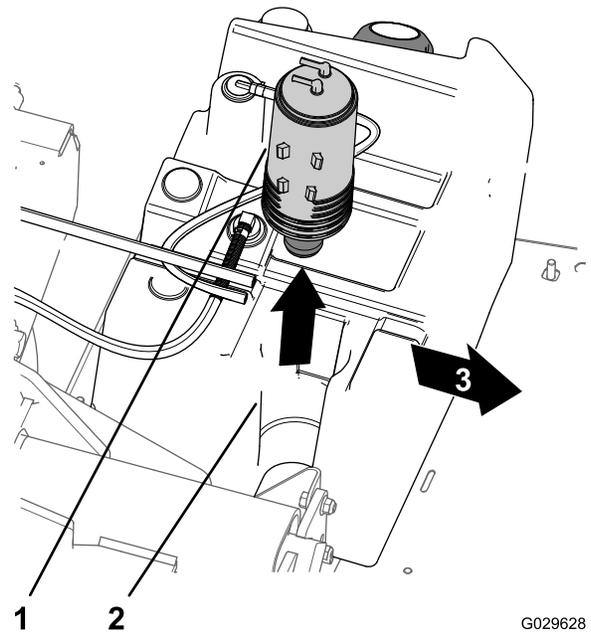

图 50
3. 从油箱内的碳罐底座上提起碳罐图 50。
7. 将新碳罐插入油箱内的碳罐底座使净化和油箱接头向后对齐图 50。